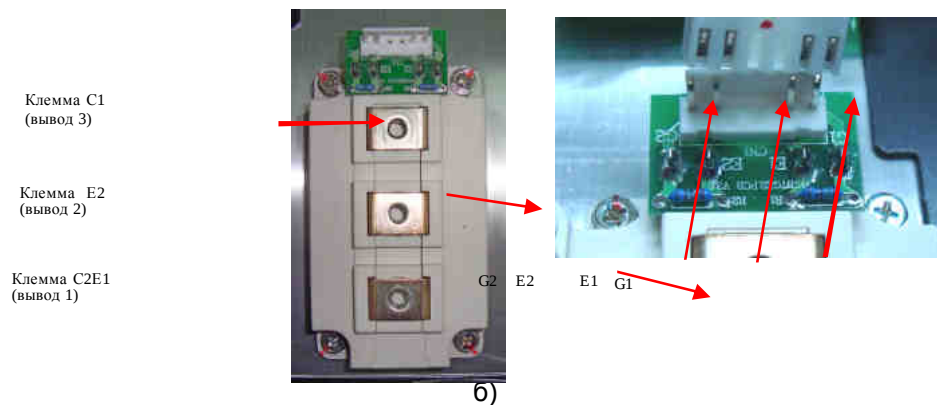

Рис. 4.17.
- подключить вывод «Упр.» УПСМ к контакту G1 монтажной платы модуля IGBT (см. рис. 4.17б);
- подключить вывод «-» УПСМ к клемме C2E1 модуля IGBT (см. рис. 4.17б);
- подключить вывод «Упр.» УПСМ к контакту G2 монтажной платы модуля IGBT канала U (см. рис. 4.17б);
- подключить вывод «-» УПСМ к клемме E2 модуля IGBT (см. рис. 4.17б);